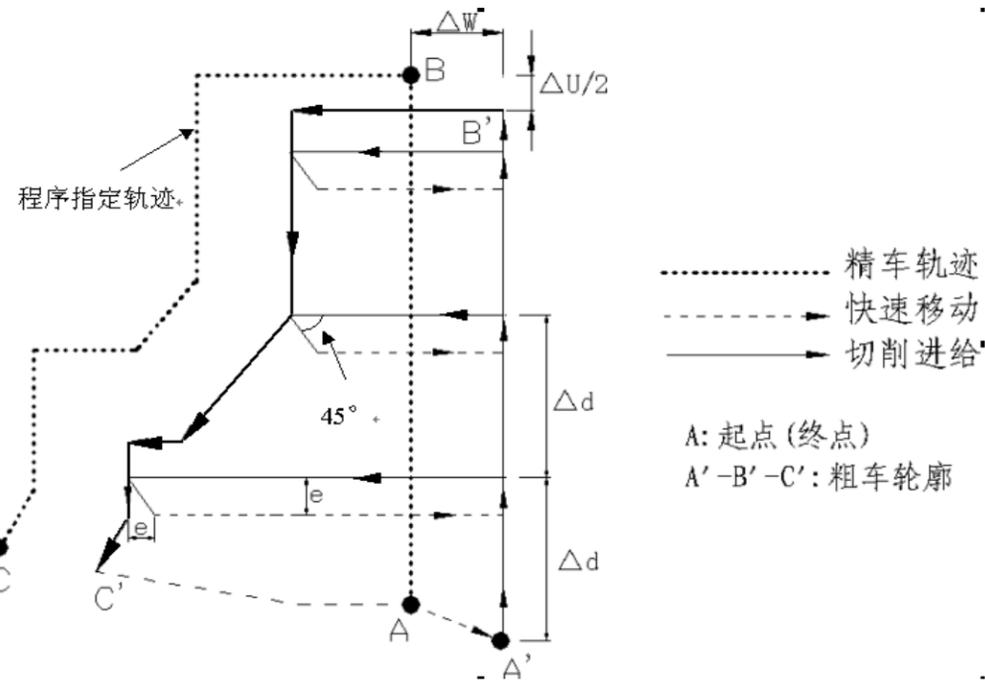

图 3-25 G71 代码循环轨迹
1) 代码执行过程: 图 3-25。
① 从起点 A 点快速移动到 A' 点, X 轴移动 Δu、Z 轴移动 Δw;
- ② 从 A' 点 X 轴移动 Δd (进刀), ns 程序段是 G0 时按快速移动速度进刀, ns 程序段是 G1 时按 G71 的切削进给速度 F 进刀, 进刀方向与 A 点 \rightarrow B 点的方向一致;
- ③ Z 轴切削进给到粗车轮廓, 进给方向与 B 点 \rightarrow C 点 Z 轴坐标变化一致;
- ④ X 轴、Z 轴按切削进给速度退刀 e (45° 直线), 退刀方向与各轴进刀方向相反;
- ⑤ Z 轴以快速移动速度退回到与 A' 点 Z 轴绝对坐标相同的位置;
- ⑥ 如果 X 轴再次进刀 ($\Delta d+e$) 后, 移动的终点仍在 A' 点 \rightarrow B' 点的联机中间 (未达到或超出 B' 点), X 轴再次进刀 ($\Delta d+e$), 然后执行③; 如果 X 轴再次进刀 ($\Delta d+e$) 后, 移动的终点到达 B' 点或超出了 A' 点 \rightarrow B' 点的联机, X 轴进刀至 B' 点, 然后执行⑦;
- ⑦ 沿粗车轮廓从 B' 点切削进给至 C' 点;
- ⑧ 从 C' 点快速移动到 A 点, G71 循环执行结束, 程序跳转到 nf 程序段的下一个程序段执行。